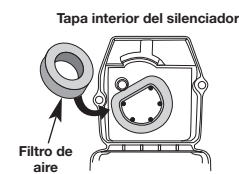

Fig. 26
/ silenciador (Fig. 26).
6. Cambie el filtro de aire dentro de la tapa del filtro de aire / silenciador (Fig. 26).